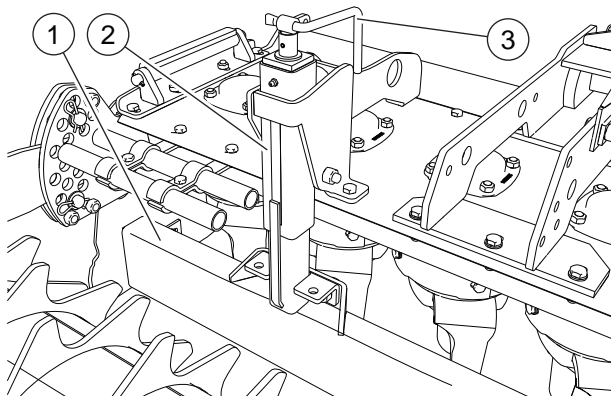

FIG. 35
Para nivelar y triturar ulteriormente el terreno, la grada posee una barra niveladora posicionada detrás de los dientes y regulable en altura mediante los tornillos de manivela (2, "Fig. 35"). Es aconsejable empezar a trabajar con la barra de nivel en posición alta. Regular sucesivamente la posición de la barra girando la manivela (3) hasta alcanzar la posición desiderada. Efectuar las regulaciones manteniendo en lo posible la barra a la misma altura respecto al terreno. Evitar de usarla en profundidad.